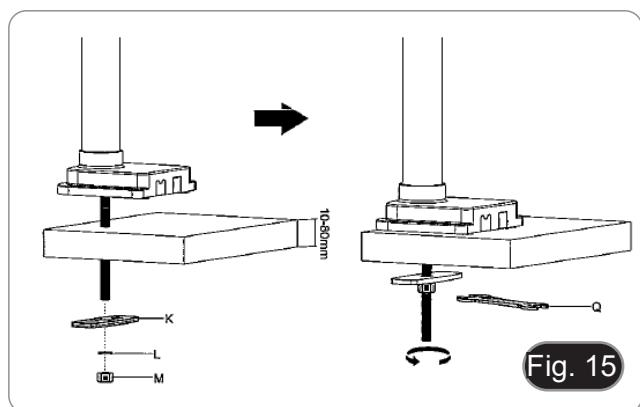

Fig. 15
6. Introduzir o parafuso (I) no orifício da mesa.
7. Fixar o conjunto utilizando a placa de fixação (K), a anilha (L) e a porca (M).
8. Apertar a porca com a chave inglesa (Q). (Fig. 15)